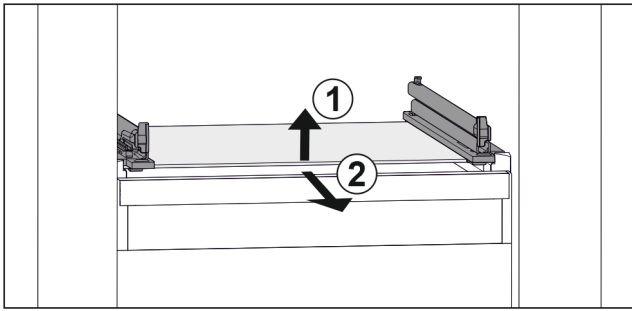

Fig. 109 Beispielhafte Darstellung der Glasplatte
- Glasplatte vorne anheben. Fig. 109 (1)
- Glasplatte nach vorne entnehmen. Fig. 109 (2)